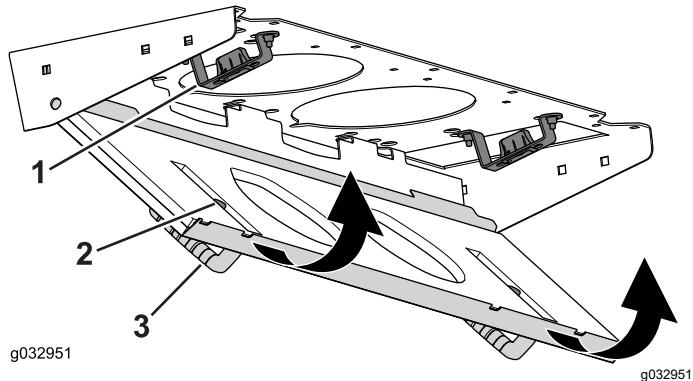

Bild 116
4. Drehen Sie den Filterschirm um die Laschen, bis der Riegel in die Riegelhalterung (Bild 116) einrastet.